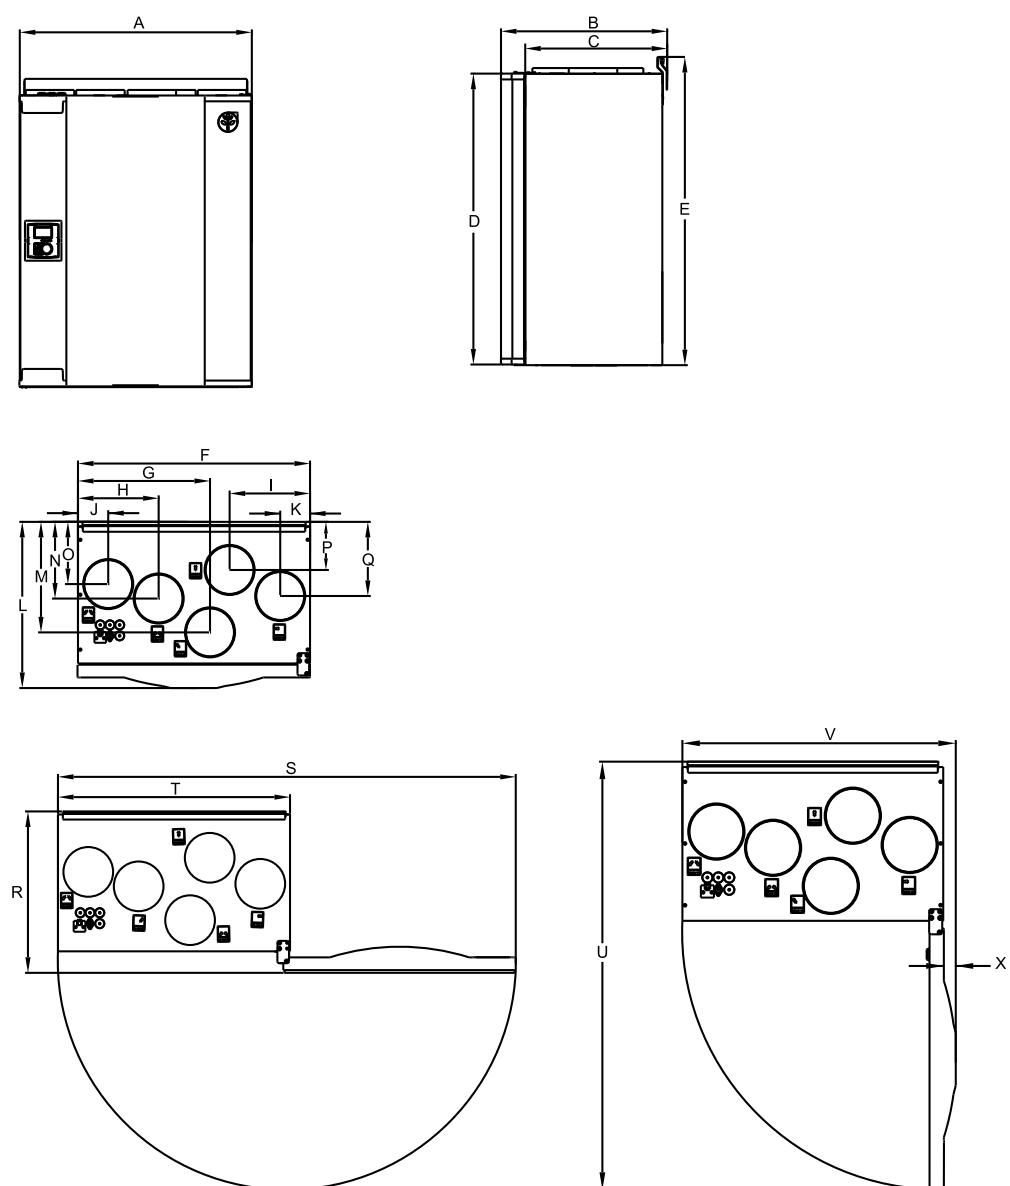

Рис. 1 Размеры и вес , левосторонняя модель
Существуют правосторонние (R) и левосторонние (L) модели (рисунок 1). Они отличаются местоположением места выпуска приточного воздуха, которое у левосторонних моделей (L) находится слева, а у правосторонних моделей (R) справа. Обе модели комплектуются встроенным воздухонагревателем мощностью 1000 или 500 Вт.